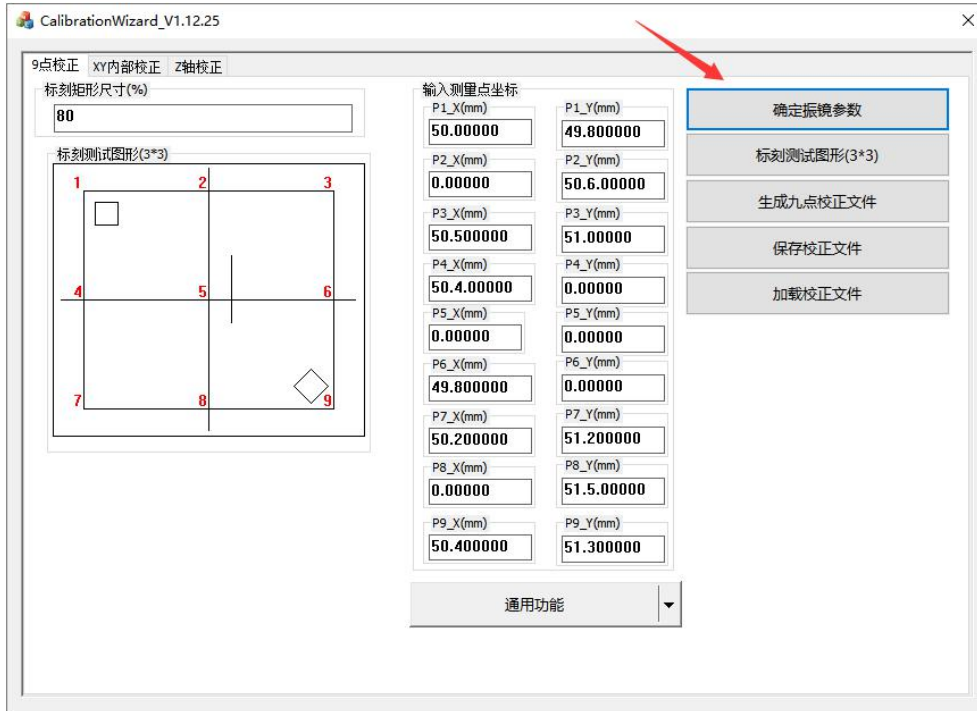

图 5
1). 在 9 点校正界面中，点击 **确定振镜参数**，如图 5